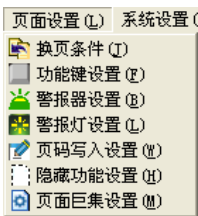

图 2-12 菜单工具栏-页面设置
- **页面设置 (L)**: 可对特定的人机页面上设置的各项菜单。如图 2-12。不同机种支持的设置项目有所不同，详细说明请参阅第 5.1 节。